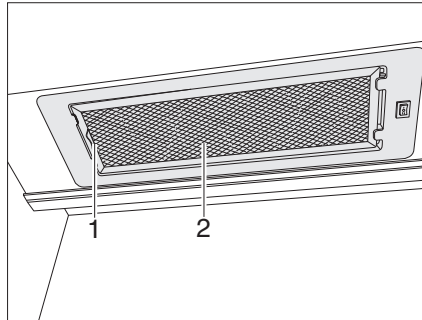

Fig. 148 Cappa di aspirazione
- Spingere la leva (Fig. 148,1) verso l'interno.
- Rimuovere il filtro (Fig. 148,2) dal basso.